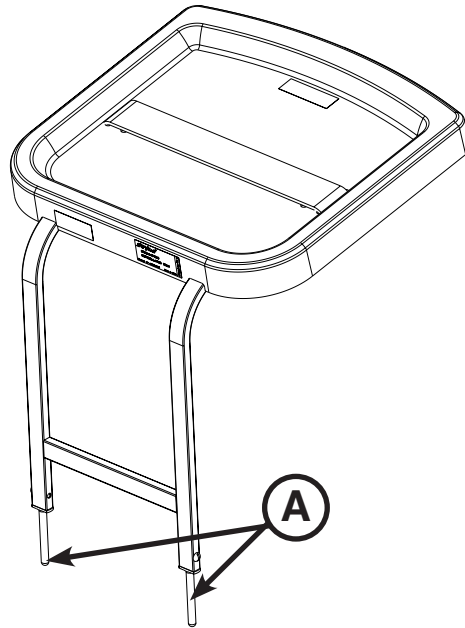

Figura 9.1: Bandeja para desfibrilador
Para instalar la bandeja para desfibrilador, inserte los pasadores (A) de dicha bandeja en los orificios del tablero de los pies en el extremo de los pies de la camilla, como se muestra en la Figura 9.1. Utilice la correa para sujetar el equipo a la bandeja.